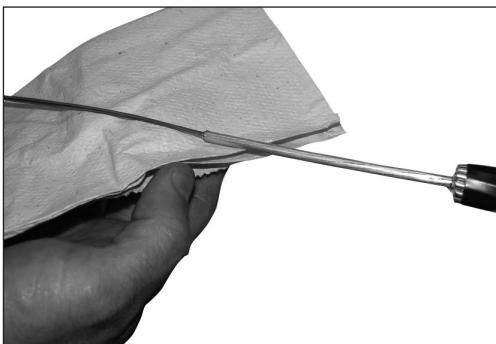

Figura 32
6.10 Retire o excesso de gel das fibras ópticas (figura 32).